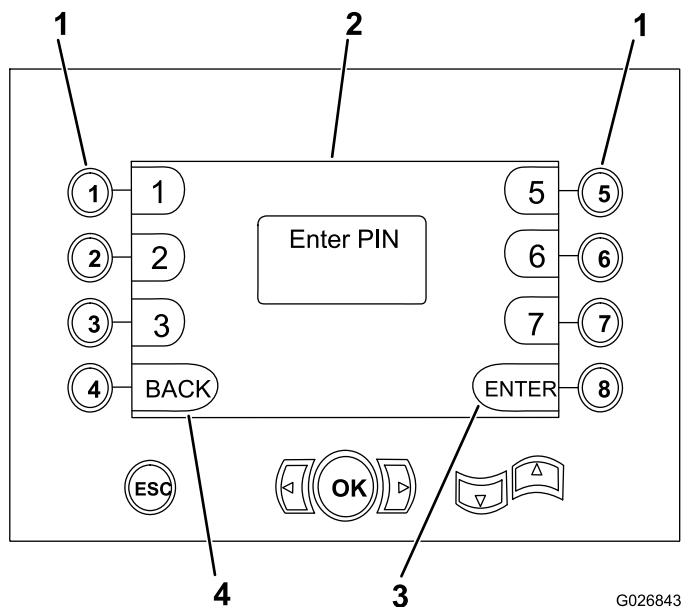

Рисунок 37
- Кнопка 1 вводит цифру 1 (Рисунок 37)
- Кнопка 2 вводит цифру 2 (Рисунок 37)
- Кнопка 3 вводит цифру 3 (Рисунок 37)
- Кнопка 5 вводит букву А (Рисунок 37)
- Кнопка 6 вводит букву В (Рисунок 37)
- Кнопка 7 вводит букву С (Рисунок 37)